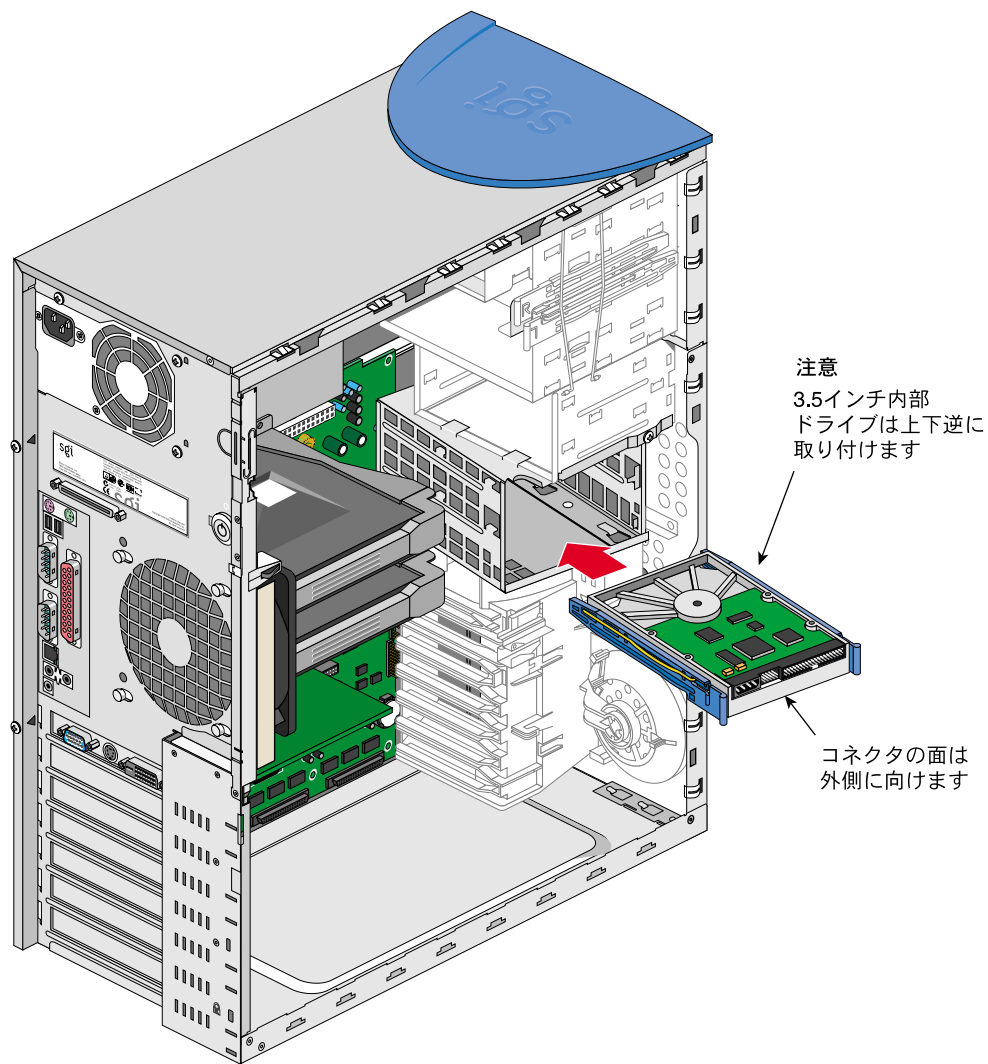

図 2-14 内部ドライブケースへのドライブの取り付け
5. 3.5インチドライブを内部ドライブケースに装着するには、選択したドライブベイにドライブを上下逆に置き、レールがぴったりはまるまでドライブをベイの中にすべり込ませます。図2-14に、ドライブを正しく取り付ける方法を図示します。